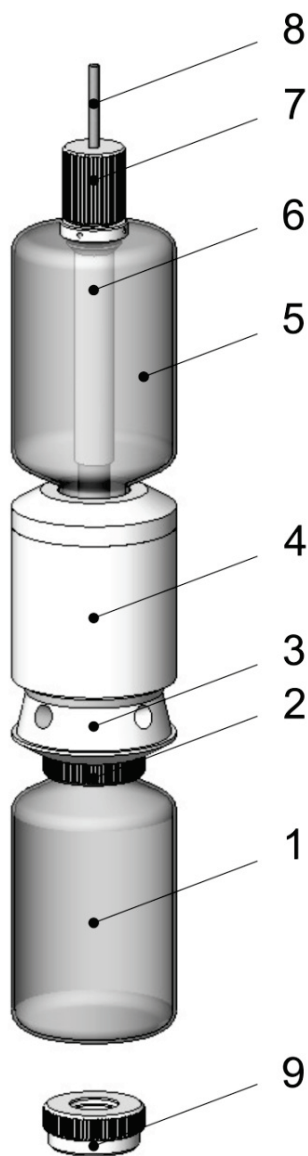

Рис. 1. Система ПЭ-1220
Система ПЭ-1220 (рис. 1) состоит из корпуса с грузом 3, ручки 6, затвора 4, поплавка 5, переходного кольца для крепления полиэтиленовой бутылки 2, бутылки полиэтиленовой (или стеклянной) 1, втулки для крепления троса 7, троса капронового 8, дополнительного переходного кольца для стеклянной бутылки 9. Детали системы (кроме ручки, груза и полиэтиленового поплавка) изготовлены из фторопласта-4 или СВМП. Ручка и груз внутри корпуса изготовлены из нержавеющей стали.
- 6.1 При подготовке системы следует проверить крепление втулки к тросом к пробоотборнику (рис. 1).